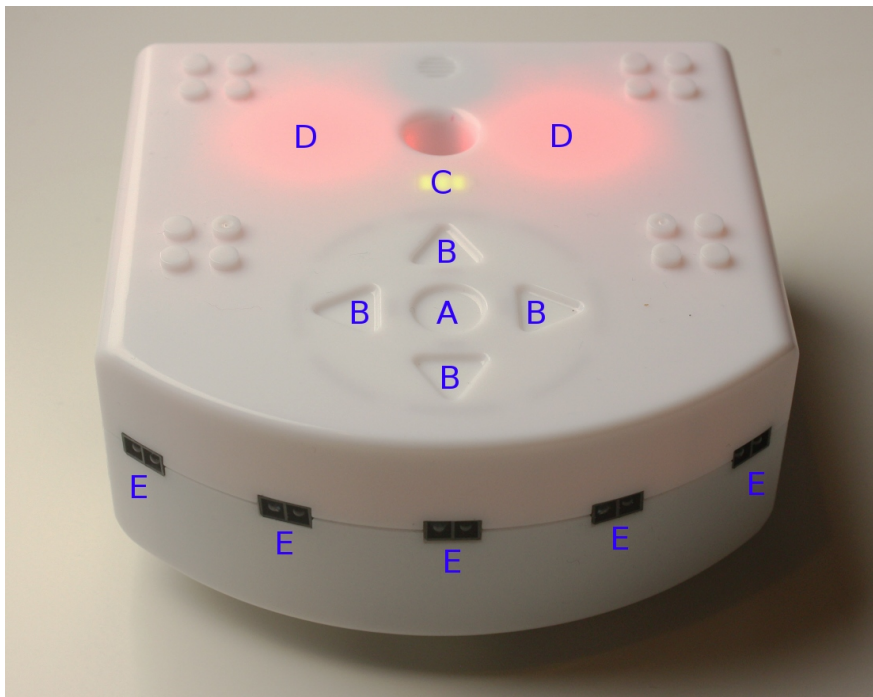

FIGURE 1.1 – L'avant et le dessus de Thymio
Thymio est un petit robot conçu à but éducatif (Figure 1.1). Il comprend différents capteurs qui peuvent mesurer la lumière, les distances, la température, etc. Il possède également des boutons tactiles, il peut se rendre compte qu'on lui donne une petite tape et peut entendre quelqu'un qui frappe dans ses mains. Il possède deux roues, chacune reliée à un moteur, lui permettant de se déplacer sur une table, ou sur le sol. Il peut encore s'illuminer de toutes les couleurs et jouer de la musique !
La Figure 1.1 montre l'avant et le dessus de Thymio. Vous pouvez voir le bouton central rond (A), entouré de quatre boutons triangulaires (B). Ce sont des boutons tactiles, un simple effleurement suffit à les activer. Juste derrière ces boutons se trouve un indicateur en forme de pile (C). Une, deux ou trois petites barres de lumière verte affichent l'état de charge du robot. Sur l'arrière du robot, nous voyons les lumières du haut (D), allumées en rouge sur cette photo. Il y a des lumières similaires sur le bas du robot (voir Figure 3.1). Enfin, les petits rectangles noirs à l'avant du robot (E) sont des capteurs infrarouge de distance, vous en saurez plus dans le Chapitre 4.
Lancez le programme  et touchez les boutons pour changer la couleur du robot. La Figure 1.1 montre Thymio allumé en rouge sur le dessus et la Figure 3.1 montre Thymio allumé en vert sur le dessous.